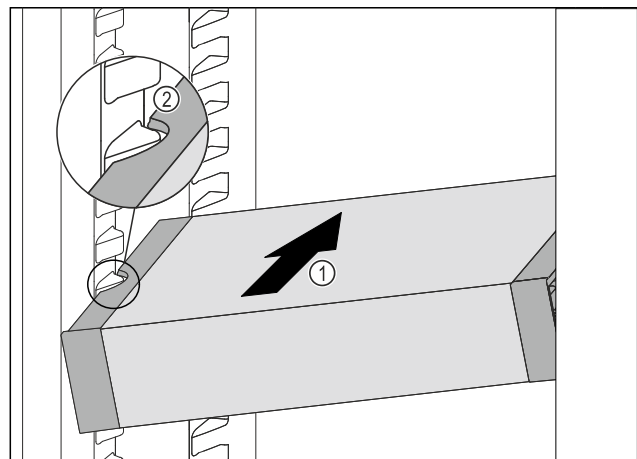

Fig. 126
- ▶ VarioSafe schräg in das Kühlteil einschieben Fig. 126 (1), bis sich die seitlichen Aussparungen Fig. 126 (2) des VarioSafes auf Höhe der Behälterrippe im Kühlteil befinden.